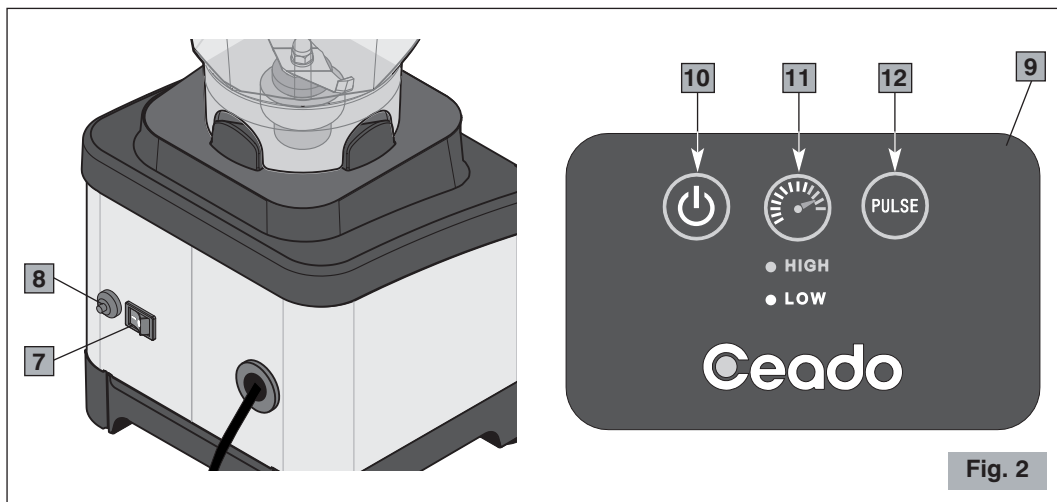

Fig. 2
### Componentes principales del aparato (Fig. 1, Fig. 2)
- 4 Colocar el interruptor ON-OFF (7, Fig. 2) en la posición ON (I).